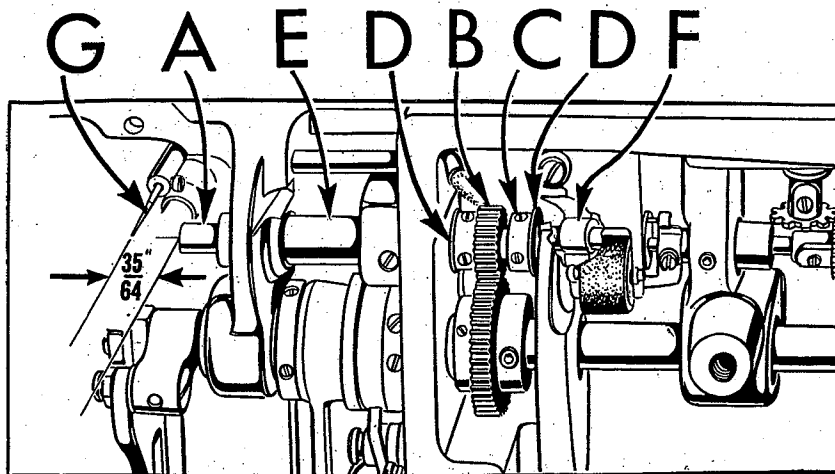

Fig. 19
El eje del gancho (A, Fig. 19) se coloca en posición por el piñón (B) y el collar (C) empujando contra las arandelas de acceso (D) entre el manguito largo a la izquierda (E) y el manguito corto a la derecha (F).